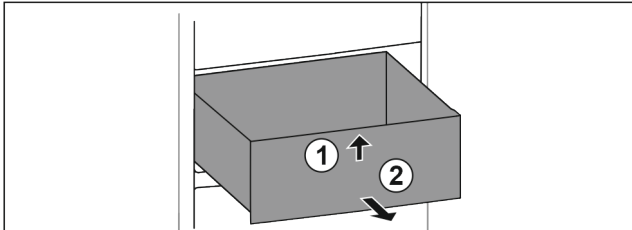

Fig. 84
- ▶ Soulever la partie avant du tiroir. *Fig. 84 (1)*.
- ▶ Retirer le tiroir par l'avant. *Fig. 84 (2)*